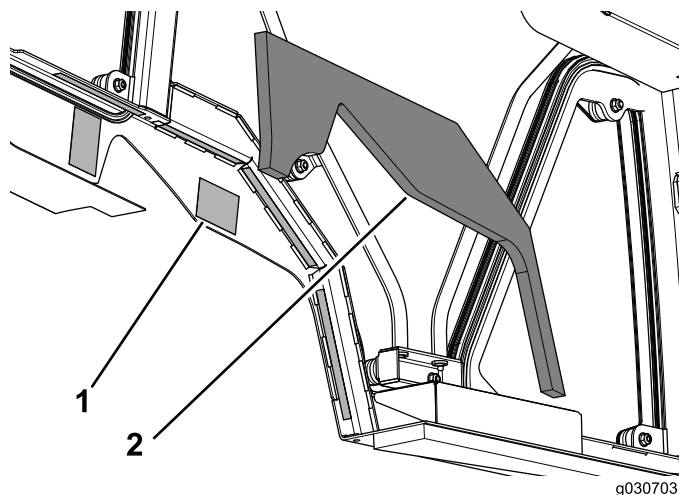

Рисунок 13
- Снимите бумажное покрытие с двусторонней клейкой ленты на обеих сторонах кабины в сборе (Рисунок 13).
- Установите левый элемент из пеноматериала для бака на кабину в сборе (Рисунок 13).